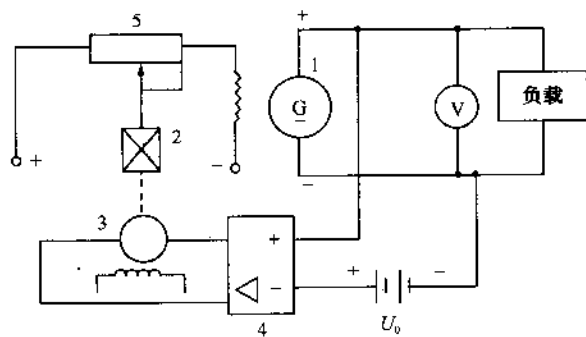

图 1-5 电压自动控制系统
(1) 试举几个开环与闭环自动控制系统的例子，画出它们的框图，并说明它们的工作原理，讨论其特点。
(2) 闭环自动控制系统是由哪些环节组成的？各环节在系统中起什麼作用？
(3) 图 1-5 所示为一直流发电机电压自动控制系统。图中 1 为发电机；2 为减速器；3 为执行机构；4 为比例放大器；5 为可调电位器。
① 该系统由哪些环节组成，各起什麼作用？
② 绘出系统的框图，说明当负载电流变化时，系统如何保持发电机的电压恒定。
③ 该系统是有差还是无差系统？
④ 系统中有哪些可能的扰动？